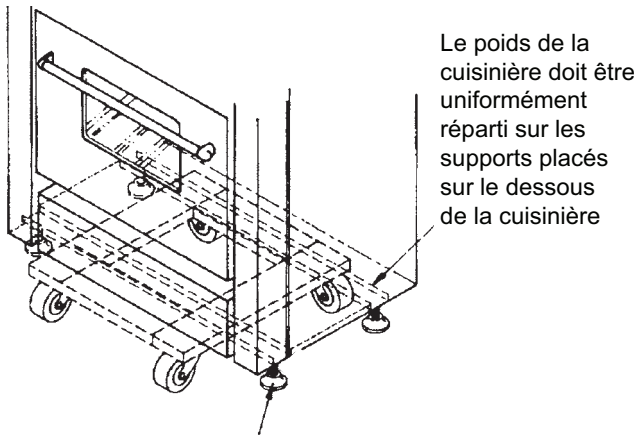

Figure 5 : Emplacement de la plate-forme à roulettes
- En raison du poids de la cuisinière, il convient d'utiliser une plate-forme à roulettes souples pour la déplacer. Le poids doit être uniformément réparti sur la plate-forme (voir Figure 5).
- Remettez la base. **Il est important que les deux (2) vis qui maintiennent la base soient solidement fixées pour éviter un contact accidentel avec les surfaces chaudes.**